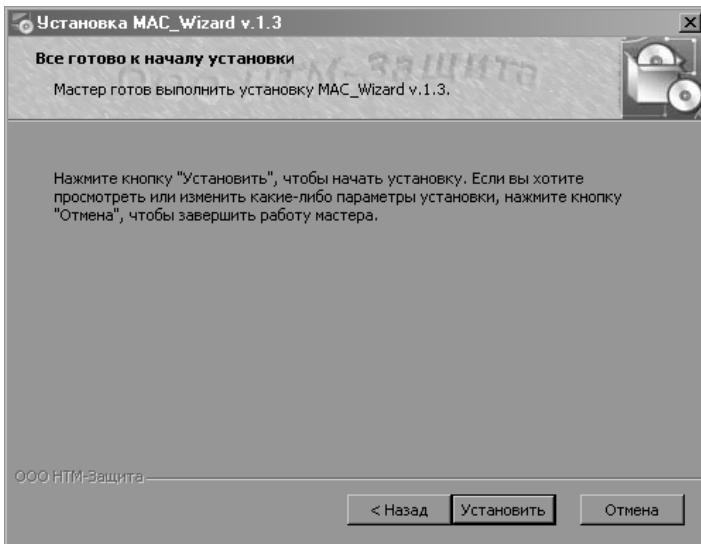

Рис.3
- далее запрашивается подтверждение на установку ПО «MAC_Wizard.exe» с выбранными параметрами установки. Нажать клавишу «Установить» для подтверждения установки (Рис.3);